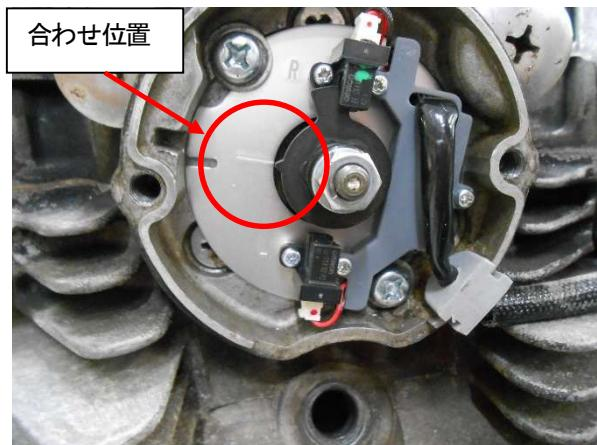

図5、タイミングプレートの本締め
- ⑥タイミングプレートをタイミングロータとの位置を合わせ本締めしてください(図5)。
- ⑦9ページ「プラグコードコネクタ装着方法」に従ってプラグコードを SP2 コイルに装着して下さい。プラグコード／キャップはリーク防止のため、新品又は良品を使用して下さい。